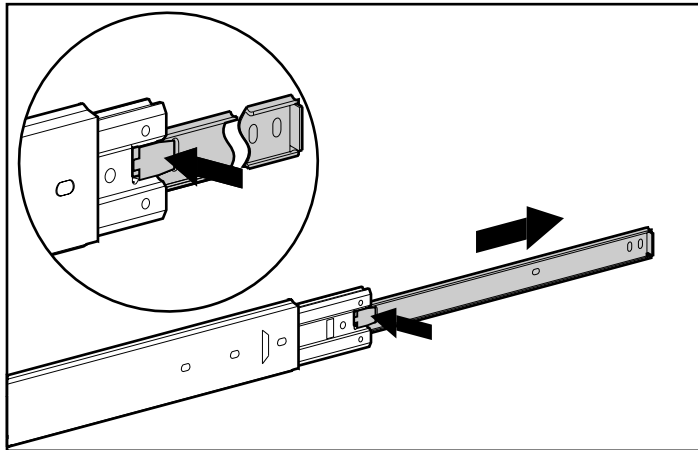

図3-3: コンポーネントレールをブラケットレールから取り外す
2. コンポーネントレールのリリースラッチがカチッという音がするまで、コンポーネントレールをブラケットレールから引き出します。図3-3に示すように、ラッチを下に押したまま、コンポーネントレールを引き出して、各ブラケットレールから取り出します。